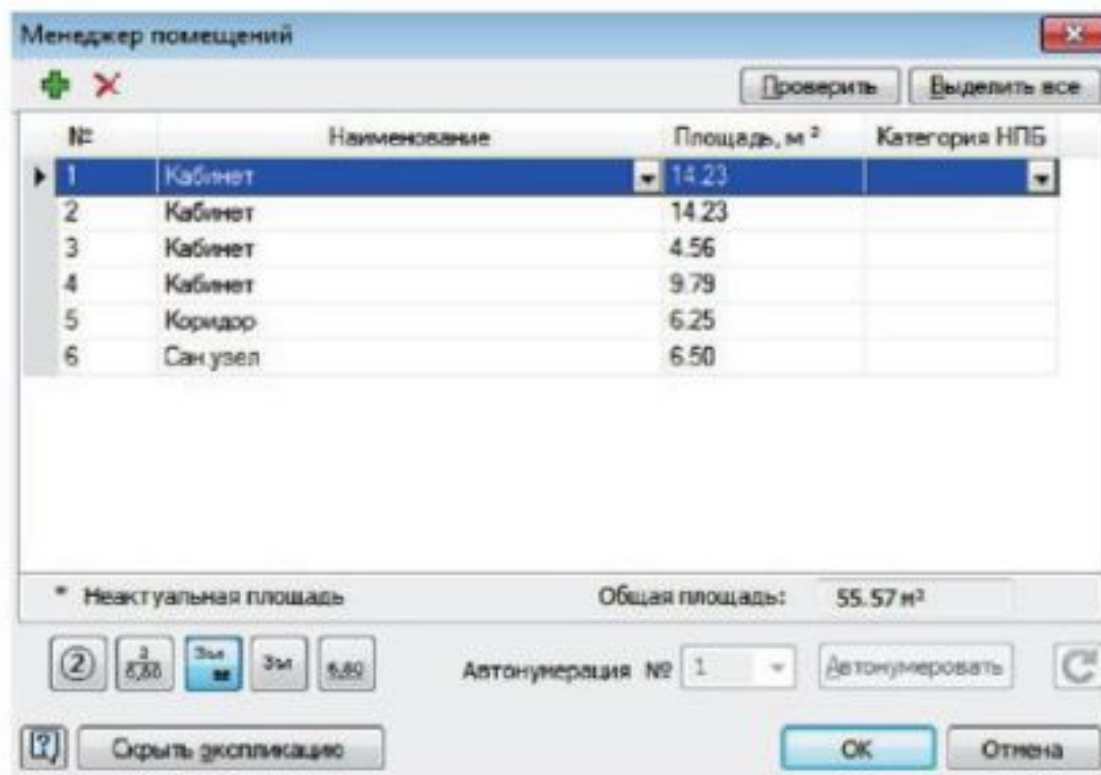
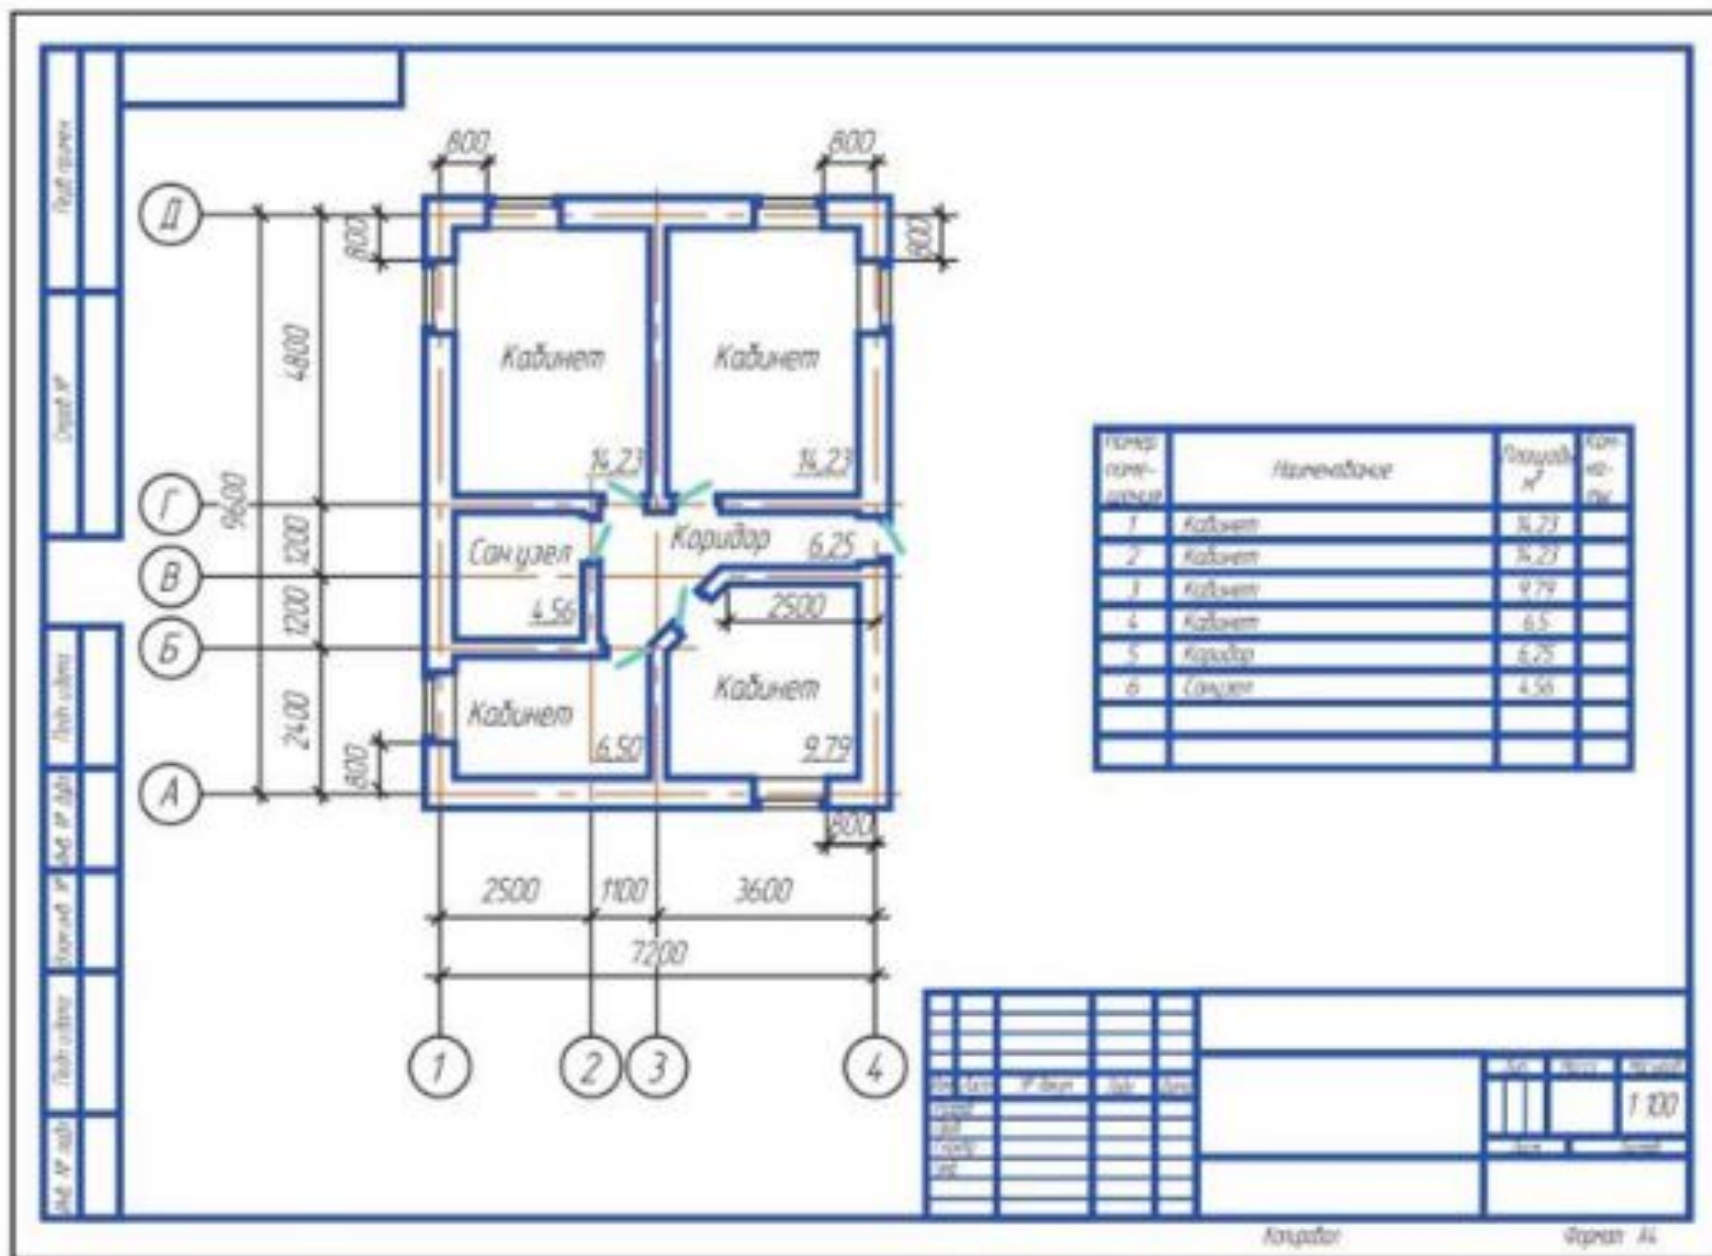

Рисунок 13.11 Вызов окна *Менеджер помещений*
Рисунок 13.12 Строительный чертеж с экспликацией помещений
2. Вызовите команду *Менеджер помещений*  в панели инструментов *Библиотеки проектирования зданий и сооружений: АС/АР*. В открывшемся окне нажмите кнопку *Показать экспликацию* (рисунок 13.11). Нажмите ОК. На листе чертежа появится экспликация (таблица с информацией о помещениях: порядковый номер, наименование и площадь, технические характеристики (рисунок 13.12)).